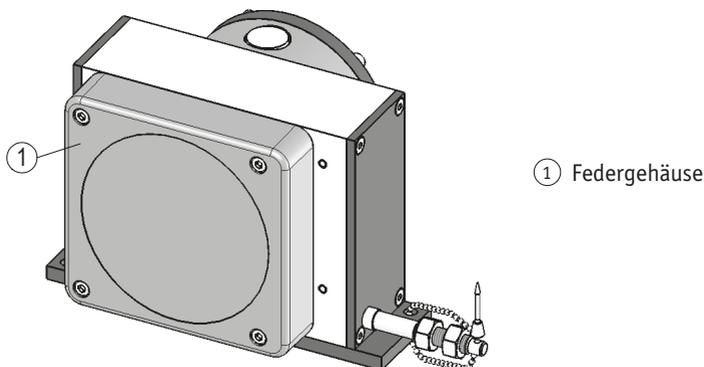

Abb. 1: Federgehäuse
- ▶ Federgehäuse des Seilzuggeber nicht öffnen (siehe Abb. 1).